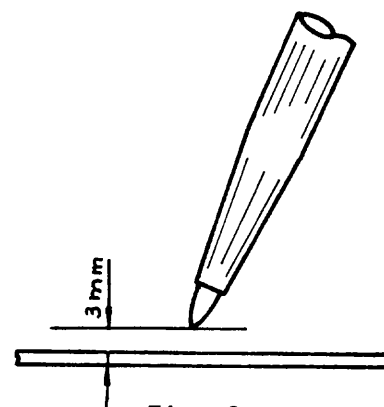

Fig. 2
- ☐ c Acerque el dardo a una distancia de 3 mm del material base (fig. 2).